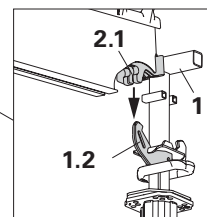

Fig. A4.02a
8. Posizionare la trave SLT 225 (2) negli appositi supporti. (Fig. A4.02a / A4.02b / A4.02c / A4.04)